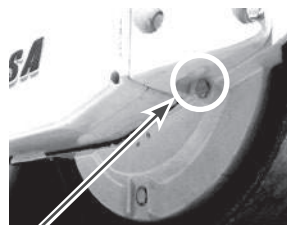

Fig. 4.6. Tornillos de control de nivel de aceite
- Desenroscar los tornillos de control del nivel de aceite (Ver Fig. 4.6.)